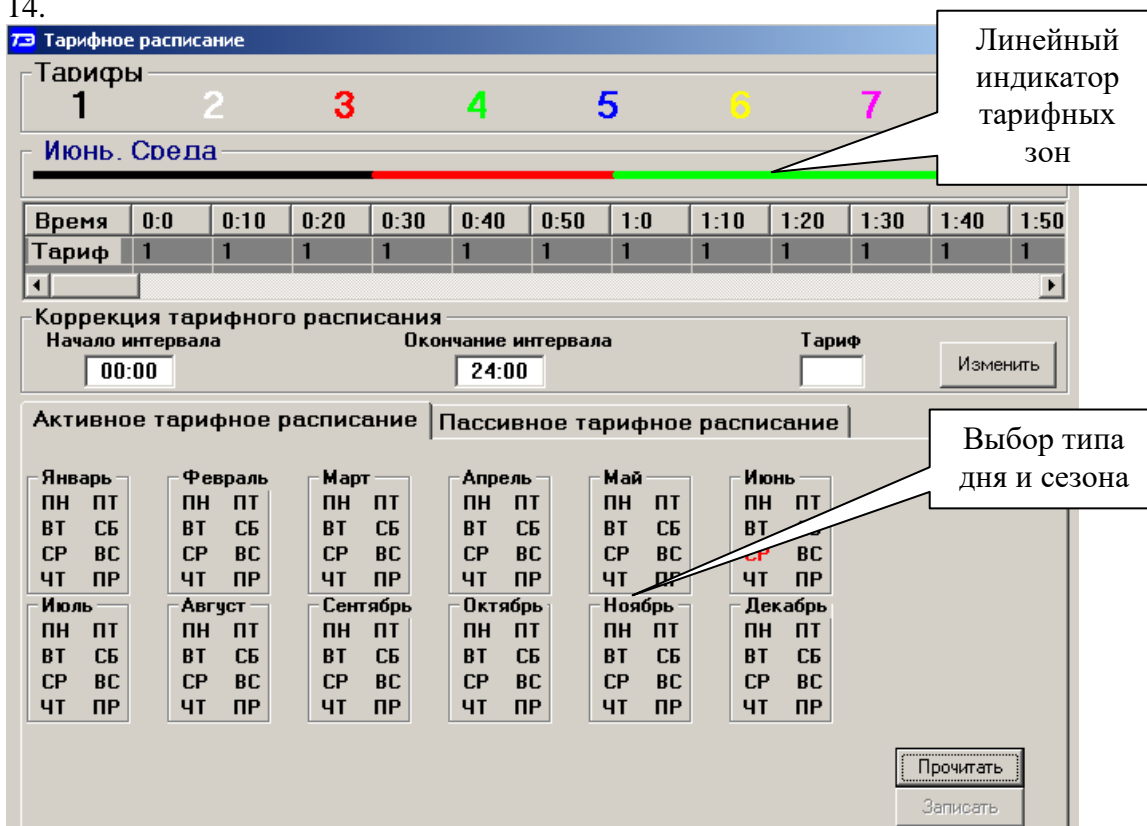

Рисунок 14 – Форма «Тарифное расписание», вкладка «Активное тарифное расписание»
11.2.2 Чтение активного тарифного расписания производится по кнопке «Прочитать», расположенной на поле вкладки «Активное тарифное расписание» (рисунок 14).